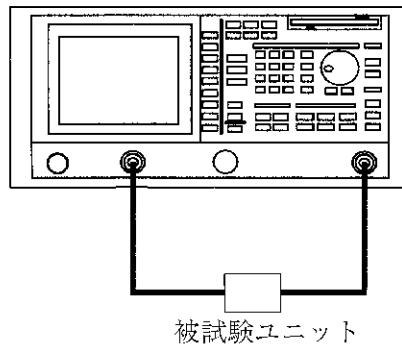

図 2-87 被試験ユニットの接続
10. 図 2-87 のように、本器の TG OUTPUT と RF INPUT1 の間に被試験ユニットを接続します。